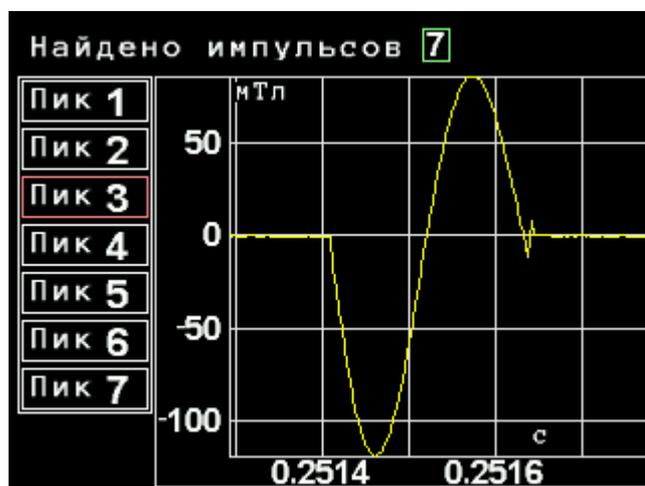

Рисунок 3.24. Графическое отображение вида выбранного импульса в режиме измерения параметров импульсного магнитного поля. Режим «Тесламетр»
3.3.11.3 При нажатии клавиш «Вправо» или «Применить» режим отображения перейдет в режим графического вывода вида импульса (рисунок 3.24). Для возвращения в предыдущий режим следует нажать клавиши «Влево» или «Отмена».